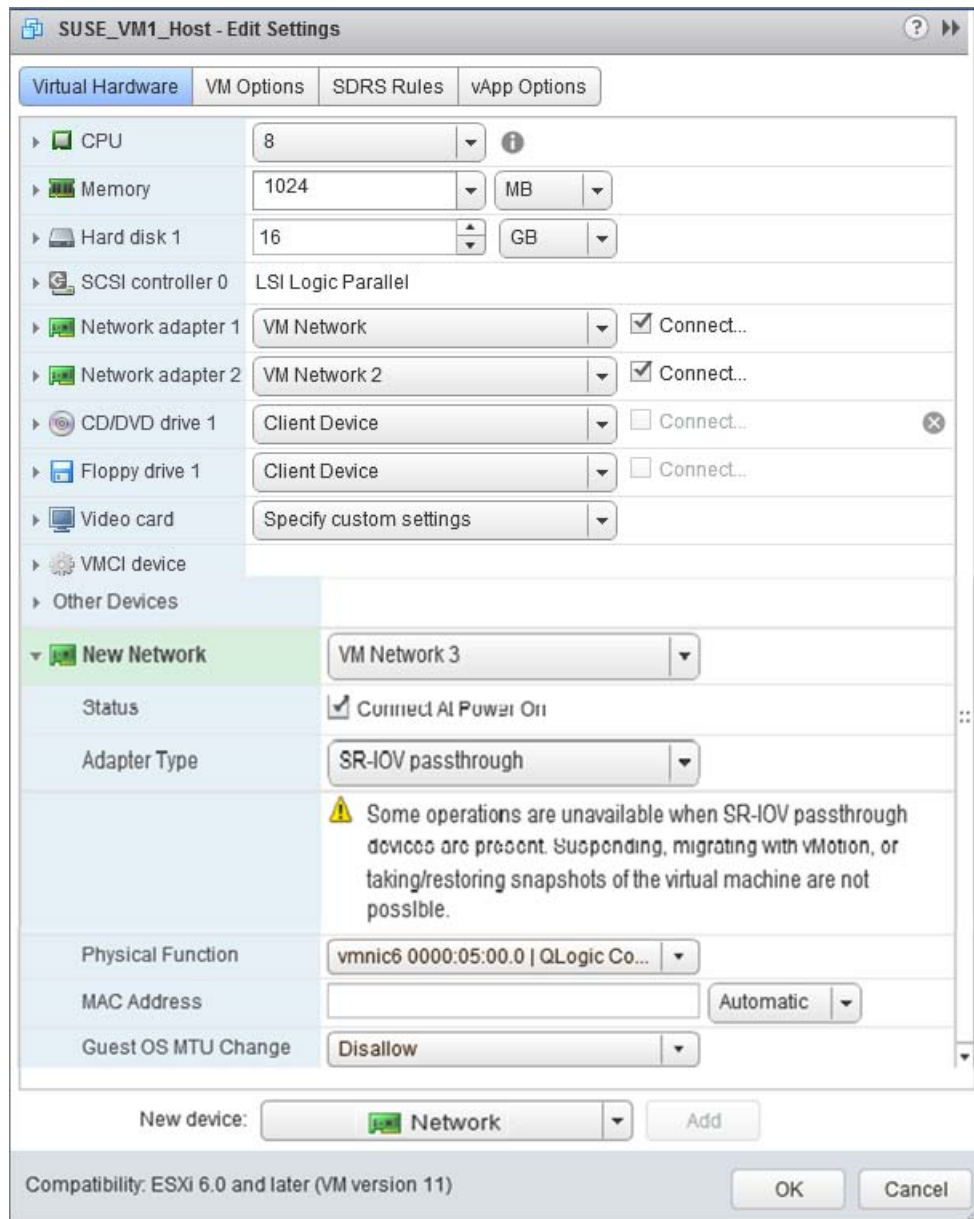

Figure 11-15. Paramètres de modification de l'hôte VMware
14. Complétez la boîte de dialogue Modifier les paramètres (Figure 11-15) comme suit :